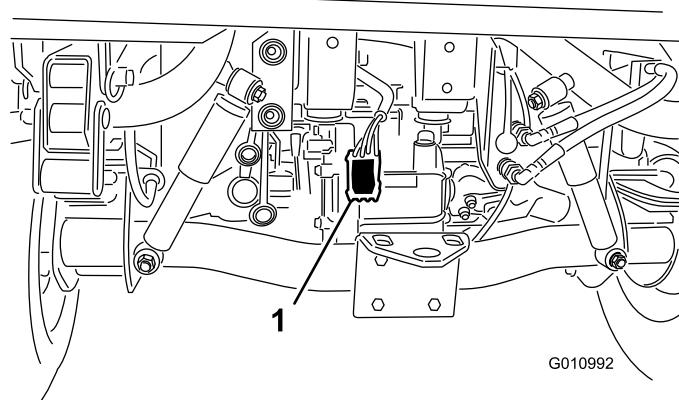

Figura 7
4. Encaminhe a cablagem ao longo da cablagem do veículo principal até à parte de trás do veículo (Figura 7).